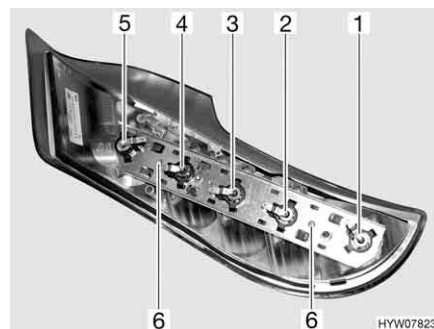

Fig. 132 Luci posteriori (lato posteriore)
- Svitare le due viti Torx (Fig. 132,6) del listello di supporto poste sul lato posteriore dell'involucro.